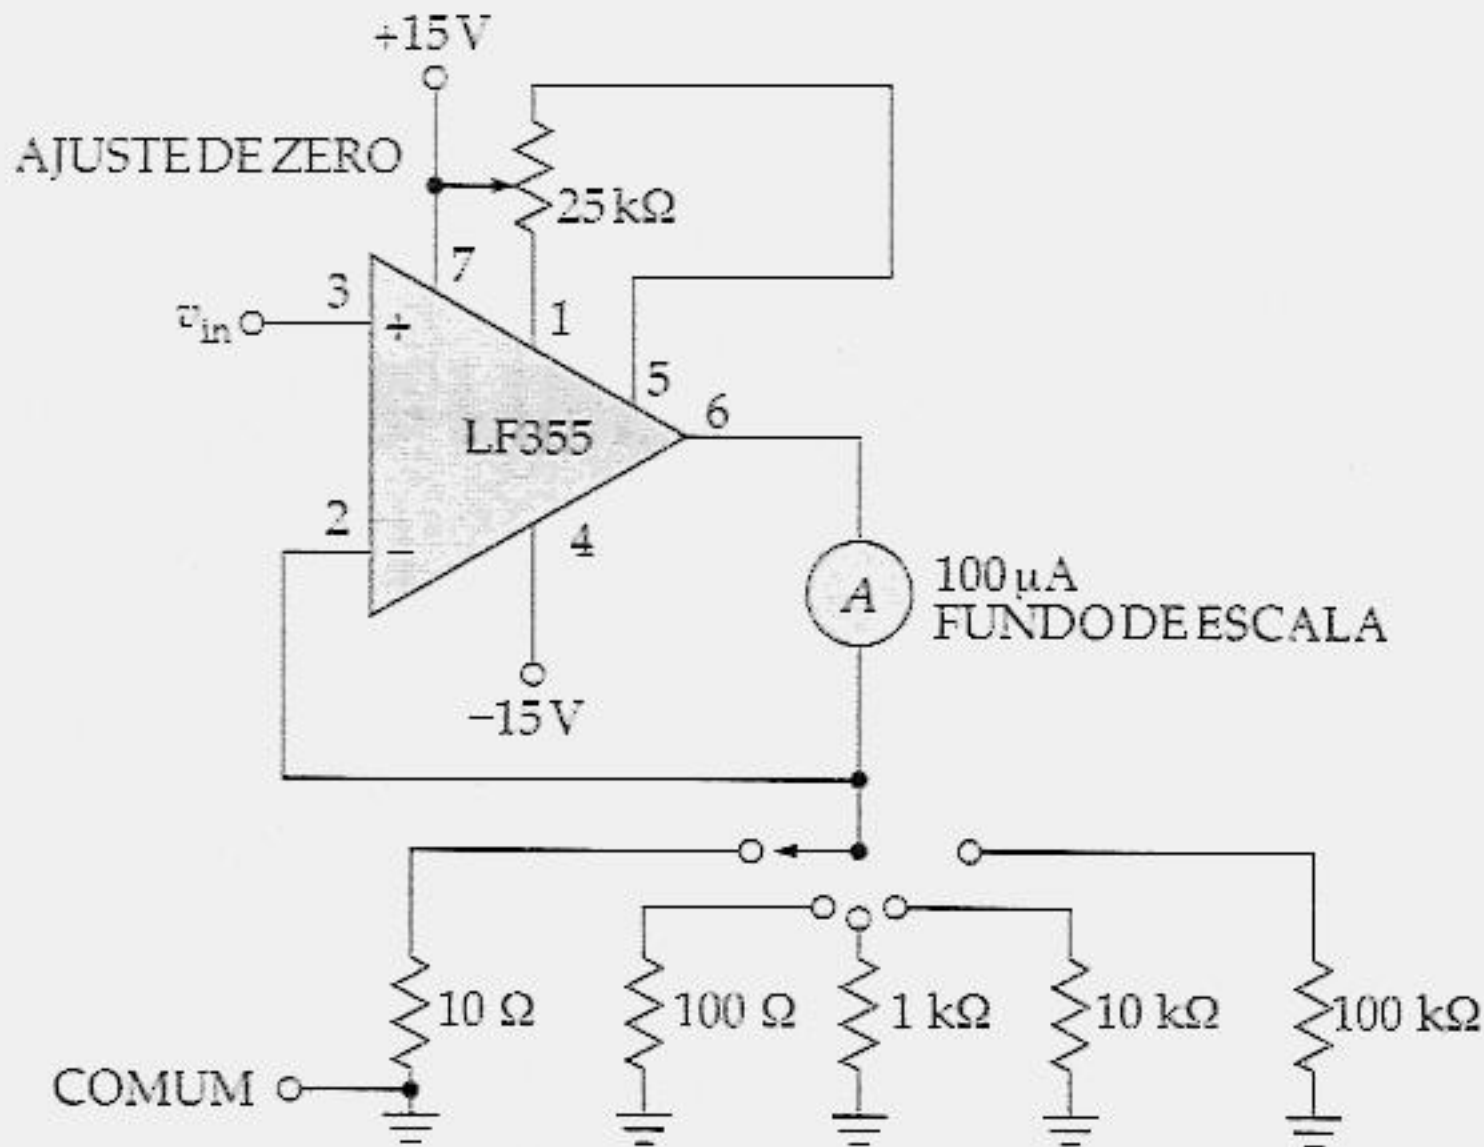

Figura 19.30
19.41 A Figura 19.30 mostra um sensível voltímetro α que usa um amp op BIFET. Admita que a tensão de saída foi anulada por meio do ajuste de zero. Qual a tensão de entrada que produz a deflexão de fundo de escala para cada posição da chave?